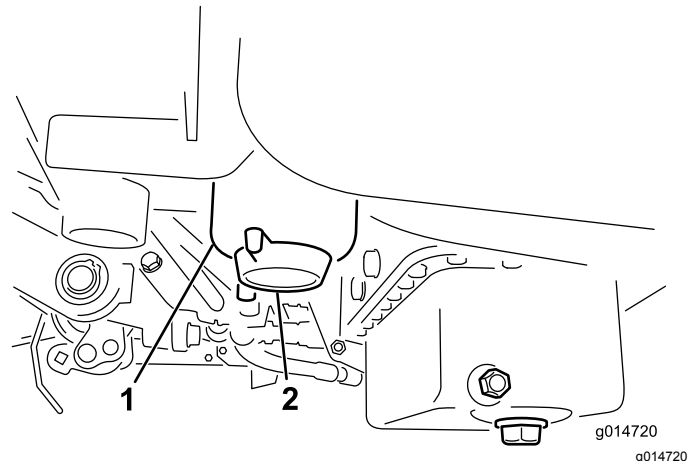

Figura 34
3. Abra o tampão de drenagem no filtro de combustível aproximadamente uma volta e drene qualquer água acumulada (Figura 34). Volte a apertar o tampão após o escoamento.